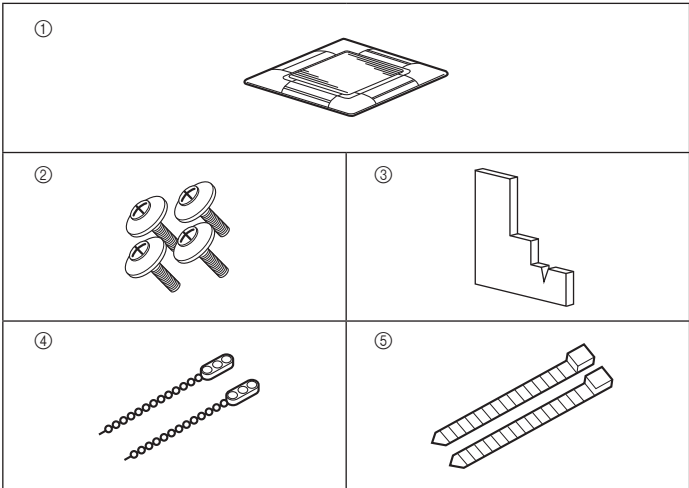

Fig. 7-1
- (1) Quite la tapa de la entrada de suministro de agua y añada aproximadamente 1000 cc, 1/4 gal. de agua usando una bomba de suministro de agua o dispositivo similar. Durante este proceso, tenga cuidado de que no penetre agua en el mecanismo de la bomba de drenaje.
- (2) Confirme que el agua se drena a través de la salida de drenaje, después de haber pulsado el interruptor del modo de controlador remoto al modo de prueba.
- (3) Después de haber comprobado el drenaje, coloque nuevamente la tapa y aisle el suministro eléctrico.
- (4) Después de confirmar que el sistema de drenaje funciona, coloque nuevamente el tapón de drenaje.
7.1. Comprobación de accesorios de la rejilla (Fig. 7-1)